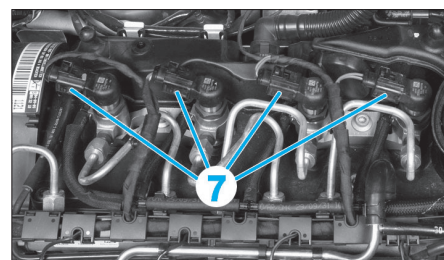

FIG. 75
- les connecteurs d'injecteurs (7) (Fig.75),